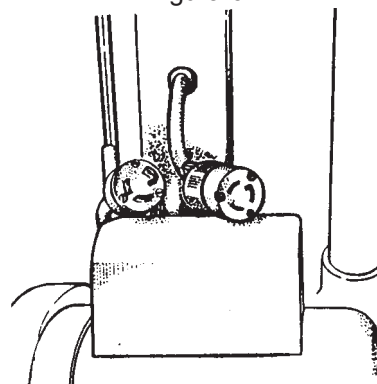

Figura 7
5. Conecte el cable flexible de la manija al cable del motor. Alinee la clavija de tierra, insértela y tuérzala. Consulte la figura 7.